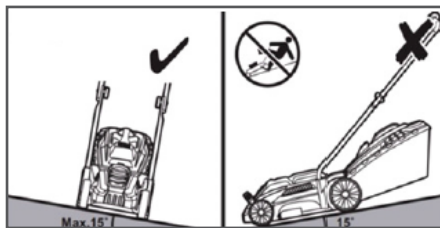

Рис. 13 Положение газонокосилки при кошении на склонах
9. Запрещается работать газонокосилкой, если угол склона превышает  $15^\circ$  (Рис. 13). Двигайтесь поперек склона.